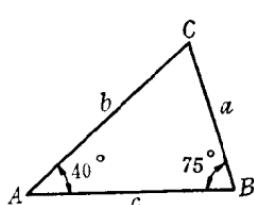
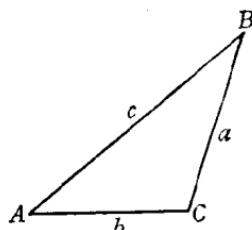

图 1-6
图 1-7
**正弦定理** 在锐角三角形（图 1-6）或钝角三角形（图 1-7）中，它们的各边  $a$ 、 $b$  及  $c$  与它们的所对角  $A$ 、 $B$  及  $C$  的正弦成正比，写成公式是：
例：已知锐角三角形  $ABC$  (图 1-6) 中， $a$  边为 25 毫米， $A$  角为  $40^\circ$ ， $B$  角为  $75^\circ$ ，求  $b$  边长？
余弦定理 在锐角和钝角三角形(图 1-6，图 1-7)中，任意一边的平方，等于其余二边的平方之和减去两倍其余两边所夹角余弦之积。写成公式是：
例：图 1-7 是一钝角三角形，它的  $a$  边为 60 毫米， $b$  边为 50 毫米， $c$  边为 90 毫米，求其各边所对应角  $A$ 、 $B$  及  $C$  各为多少度？